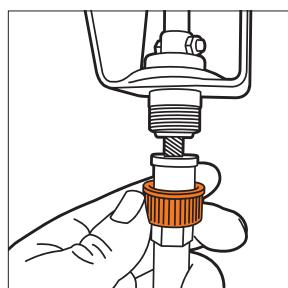

Рис. 13
- Соедините вторую сторону гибкого вала с рычагом поворота желоба, расположенным снизу панели оператора, зафиксируйте соединительной гайкой (Рис. 13).